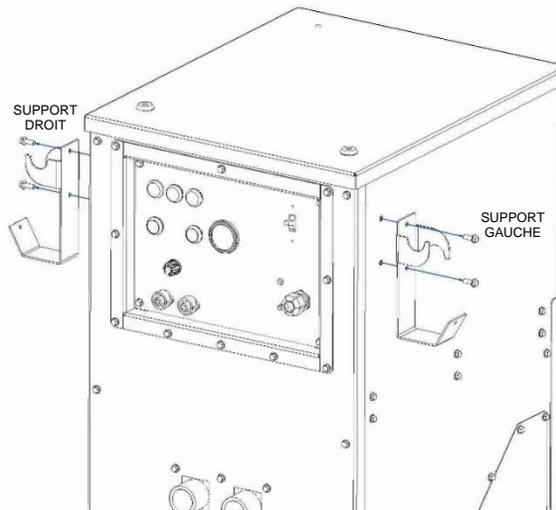

FIGURE A.1
1. Retirez les supports de flexible latéraux de la boîte d'accessoires. Retirez les 4 vis (2 de chaque côté) de la machine (voir la figure A.1). Fixez les supports de retenue latéraux de chalumeau/flexible à l'aide des 4 vis retirées. Notez l'orientation des supports. Il y a un côté gauche et un côté droit.